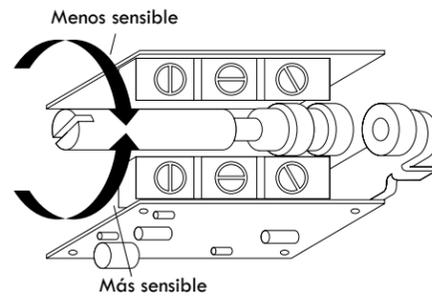

Figura A-48: Ajuste de sensibilidad
- Encienda el motor. Si el Switch de vibración se activa en el arranque, permita que el motor se apague. Cambie el ajuste de sensibilidad 1/4 en sentido de las manecillas del reloj (ver Figura A-48). Levante el botón de reinicio y vuelva a encender el motor. Repita éste proceso hasta que el Switch de vibración no se active en el arranque.